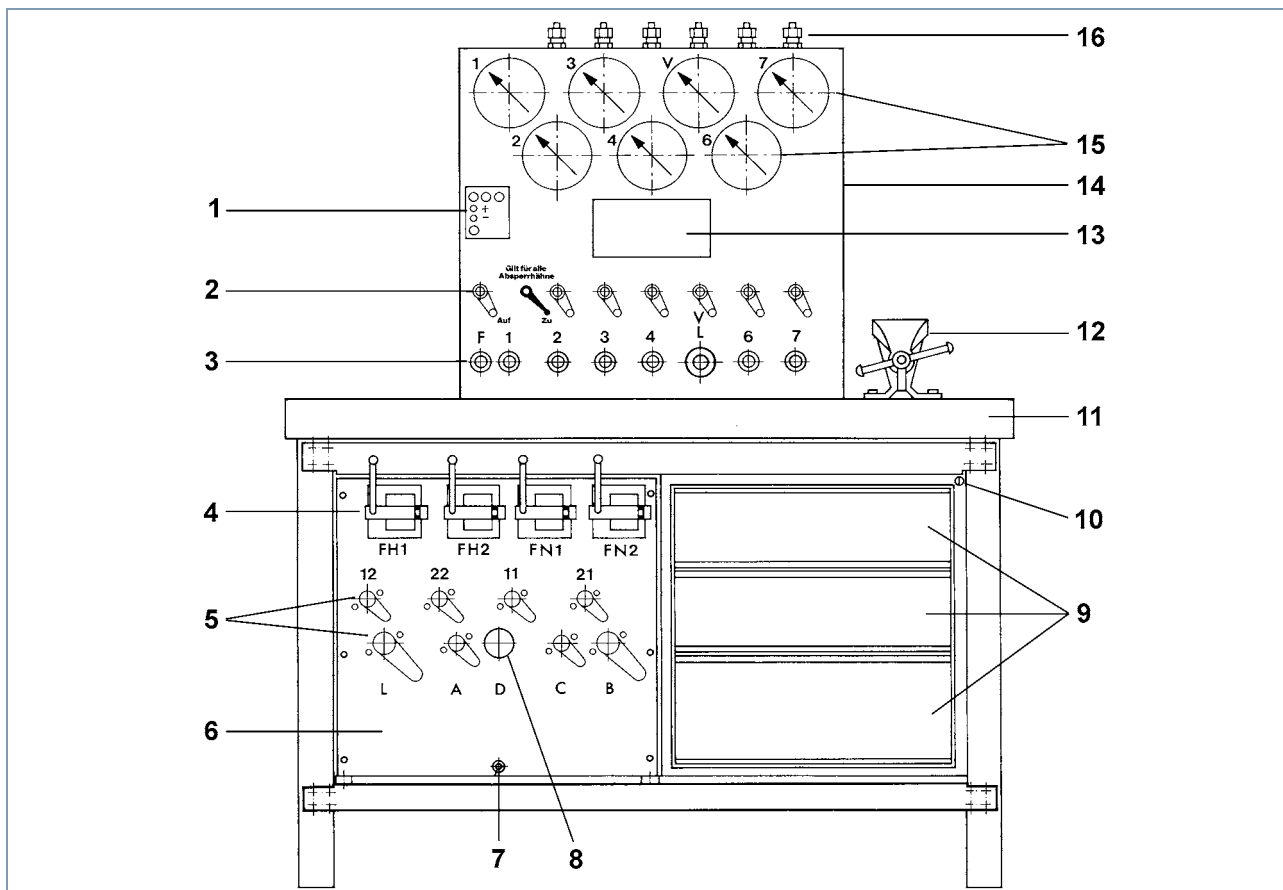

Fig. 1 Composante du banc d'essai
- Par conséquent, l'air comprimé parvient dans la partie à basse pression, par le réglage du détendeur D (voir fig. 1, 8).
Pour contrôler les groupes de freinage et le système de contrôle électropneumatiques, le banc d'essai est équipé d'un dispositif d'essai électromagnétique (voir fig. 1, 1). Il convient pour le contrôle des bobines à impulsion ou à excitation permanente.
- Pressez la commande (voir fig. 1, 7) pour actionner les deux valves de purge.
- Tournez les couplages d'obturation F à 7 (voir fig. 1, 3) à partir de la réglette de répartiteur.